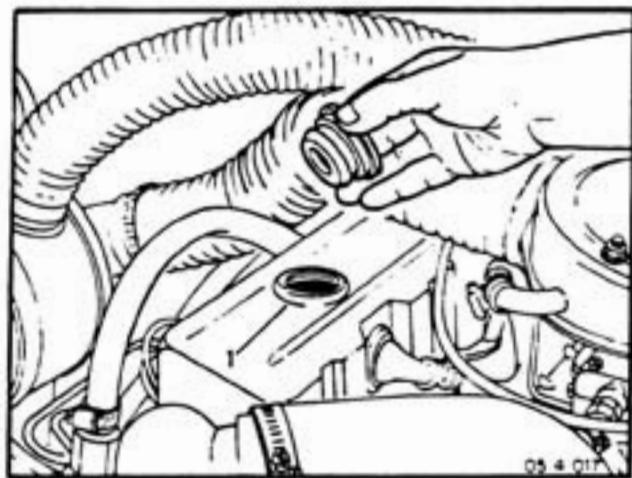

FIGURA 3
3. Remover o bujão de escoamento (1) e deixar escoar todo o óleo lubrificante.
6. Abrir o bocal de abastecimento (1) localizado na parte superior e abastecer o motor com o novo óleo (figura 3).